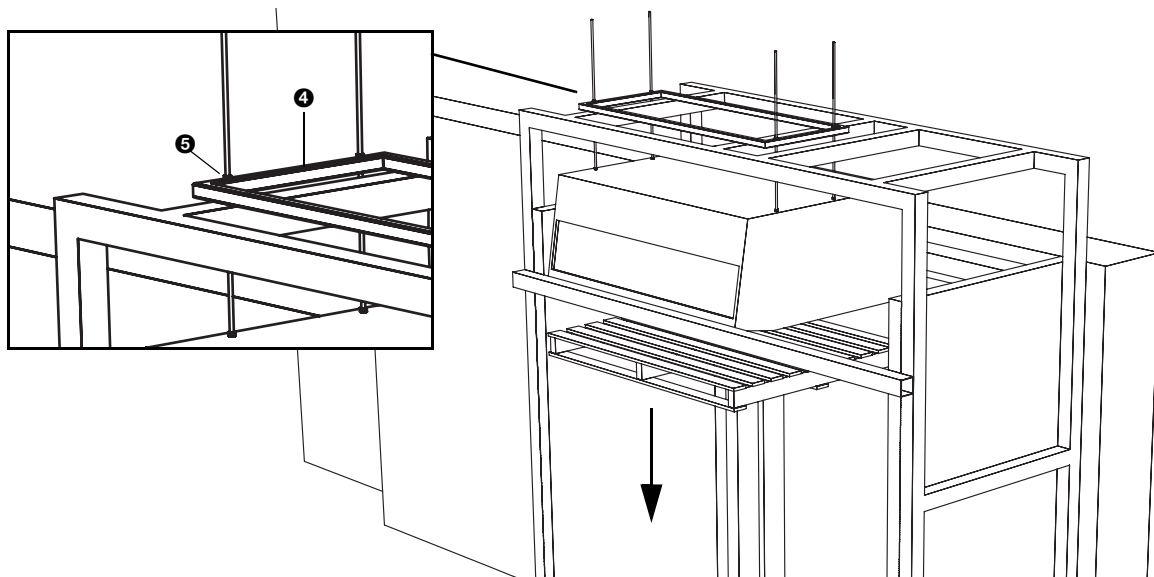

Abbildung 3-3 Aufhängen des Gerätes am Korridortragwerk
1. Das Gerät mit der Palette anheben, und annäherungsweise in der endgültigen Position platzieren (siehe Abbildung 3-3). Dabei ein Hebwerkzeug benutzen.
2. Das Aufhängegestell ④ auf den Gewindestangen, oberhalb der waagerechten Balken des Korridortragwerks platzieren.
3. Das Aufhängegestell befestigen, indem Sie eine Mutter ⑤ an jeder Gewindestange anbringen.